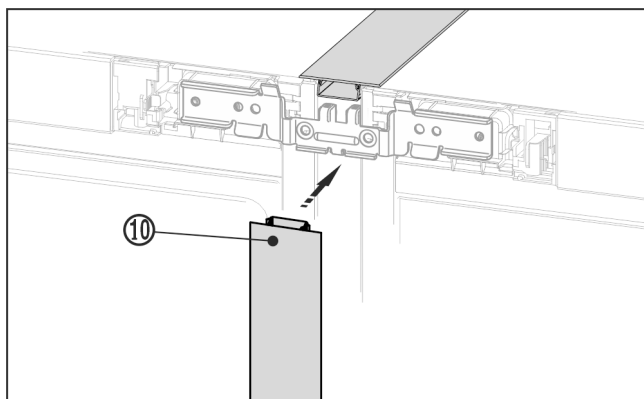

Fig. 23 *
- 在设备正面将长护板条 Fig. 23 (10) 压入垂直缝隙中。注意，护板条位于连接板上。*